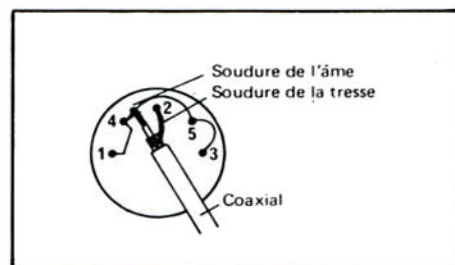

FIGURE 2: Câblage de la prise «vidéo»
Il vous suffira de vous munir d'une fiche DIN 5 broches à 180 degrés et de relier la masse d'un câble coaxial à la broche du milieu (2), puis de relier ensemble les 4 autres broches. Sur cette liaison commune, soudez l'âme du câble coaxial. A l'autre extrémité du câble, montez la prise qui vous sera le plus pratique: BNC, PL259, CINCH ou autre... Votre câble vidéo est prêt: le signal aura une amplitude d'environ 700 mV chargé par 75 Ohms (Fig. 2).